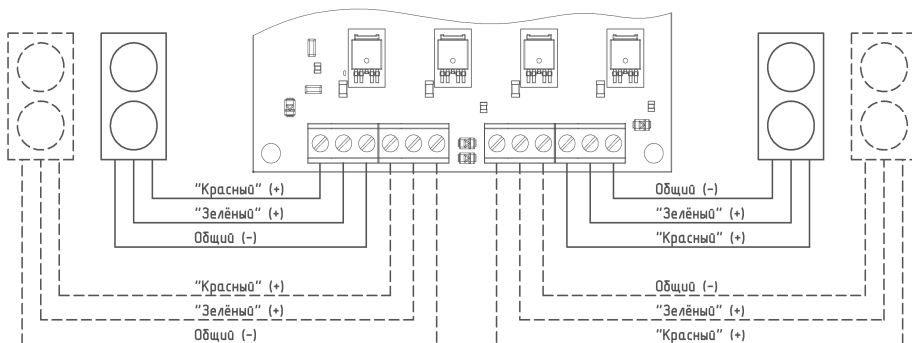
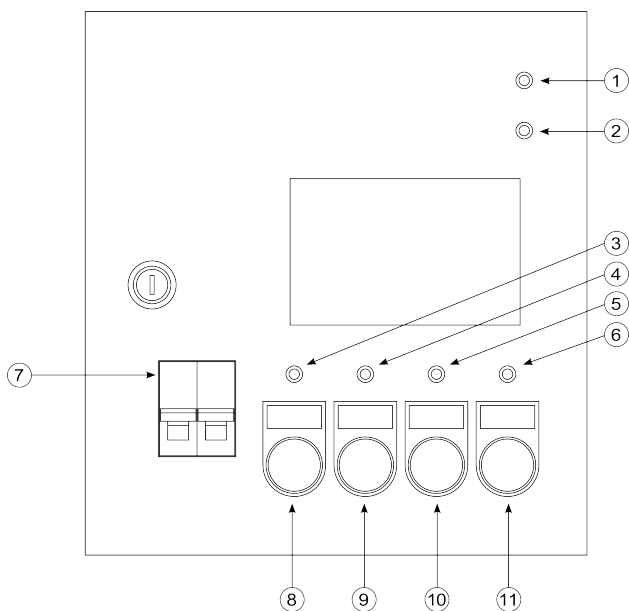
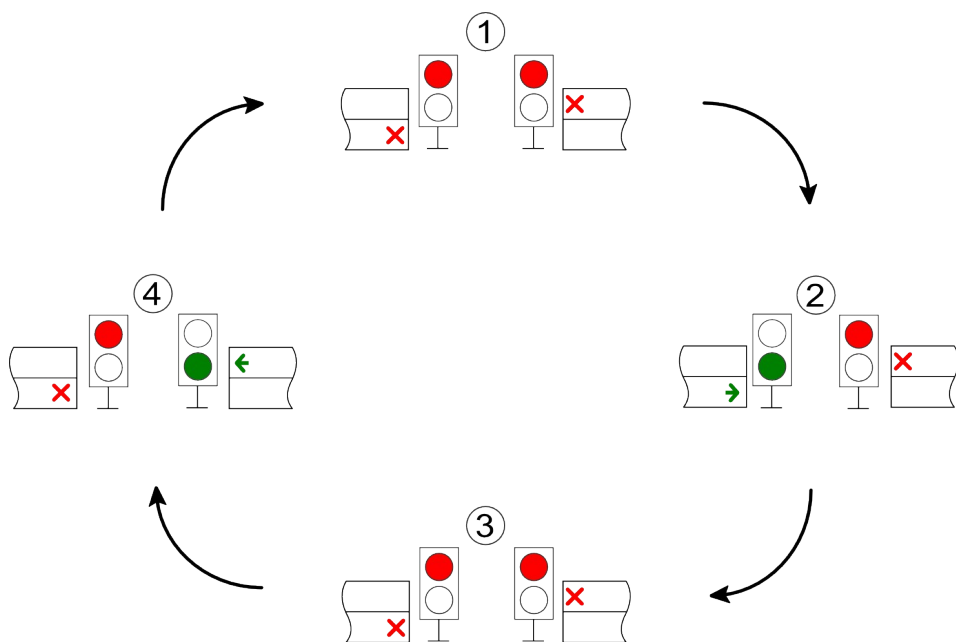

рис. 1. Схема подключения светофоров
рис. 2. Органы управления и индикации, выведенные на дверь шкафа
рис. 3. Схема переключения светофоров в автоматическом режиме.
Подключение светофоров к контроллеру осуществляется согласно схемы (рис.1). В контроллере предусмотрена возможность подключения дополнительных (дублирующих) светофоров, показанных на рис.1 штриховыми линиями. При их подключении необходимо учитывать, что общий ток потребления параллельно включенных секций не должен превышать максимально допустимый, приведённый в разделе "Технические данные".
- единичные светодиодные индикаторы (3-6 рис.2), вынесенные на дверь контроллера.
- подключения контроллера к источнику питания 12В обратной полярности (2 рис.2)
- снижение питающего напряжения на входе контроллера ниже 11В¹ (1 рис.2)
Управление режимом работы светофоров производится с помощью кнопок на передней панели (рис. 2).
При подаче питания автоматическим выключателем 7 (рис.2) , контроллер начинает работу в ручном режиме. При этом включаются красные секции на всех светофорах, подключенных к контроллеру согласно схеме (рис. 1).
При нажатии на кнопку 10 (рис.2) на левом по схеме (рис.1) светофоре снимается напряжение с красной секции и подаётся на зелёную. На правом по схеме светофоре напряжение подано на красную секцию.
При нажатии на кнопку 9 (рис.2) на правом по схеме светофоре (рис.1) снимается напряжение с красной секции и подаётся на зелёную. На левом по схеме светофоре напряжение подано на красную секцию.
При нажатии на кнопку 11 (рис.2) включаются красные секции на всех светофорах, подключенных согласно схемы (рис. 1).
фазы управления, схематично отображённые на рис.3.
Переход в автоматический режим управления светофорами производится нажатием кнопки 1 (рис. 2). При переходе в автоматический режим работы, на всех светофорах, подключенных к контроллеру согласно рис.1 включаются секции красного света. Далее происходит автоматическое переключение рабочих фаз в соответствии со схемой (рис. 3). Длительность каждой из четырёх фаз работы может быть настроена индивидуально. Выход из режима автоматического управления осуществляется нажатием кнопки 11 (рис. 2) с переходом в ручной режим. При этом на все светофоры, подключенные по схеме (рис. 1) подаётся напряжение на красные секции.